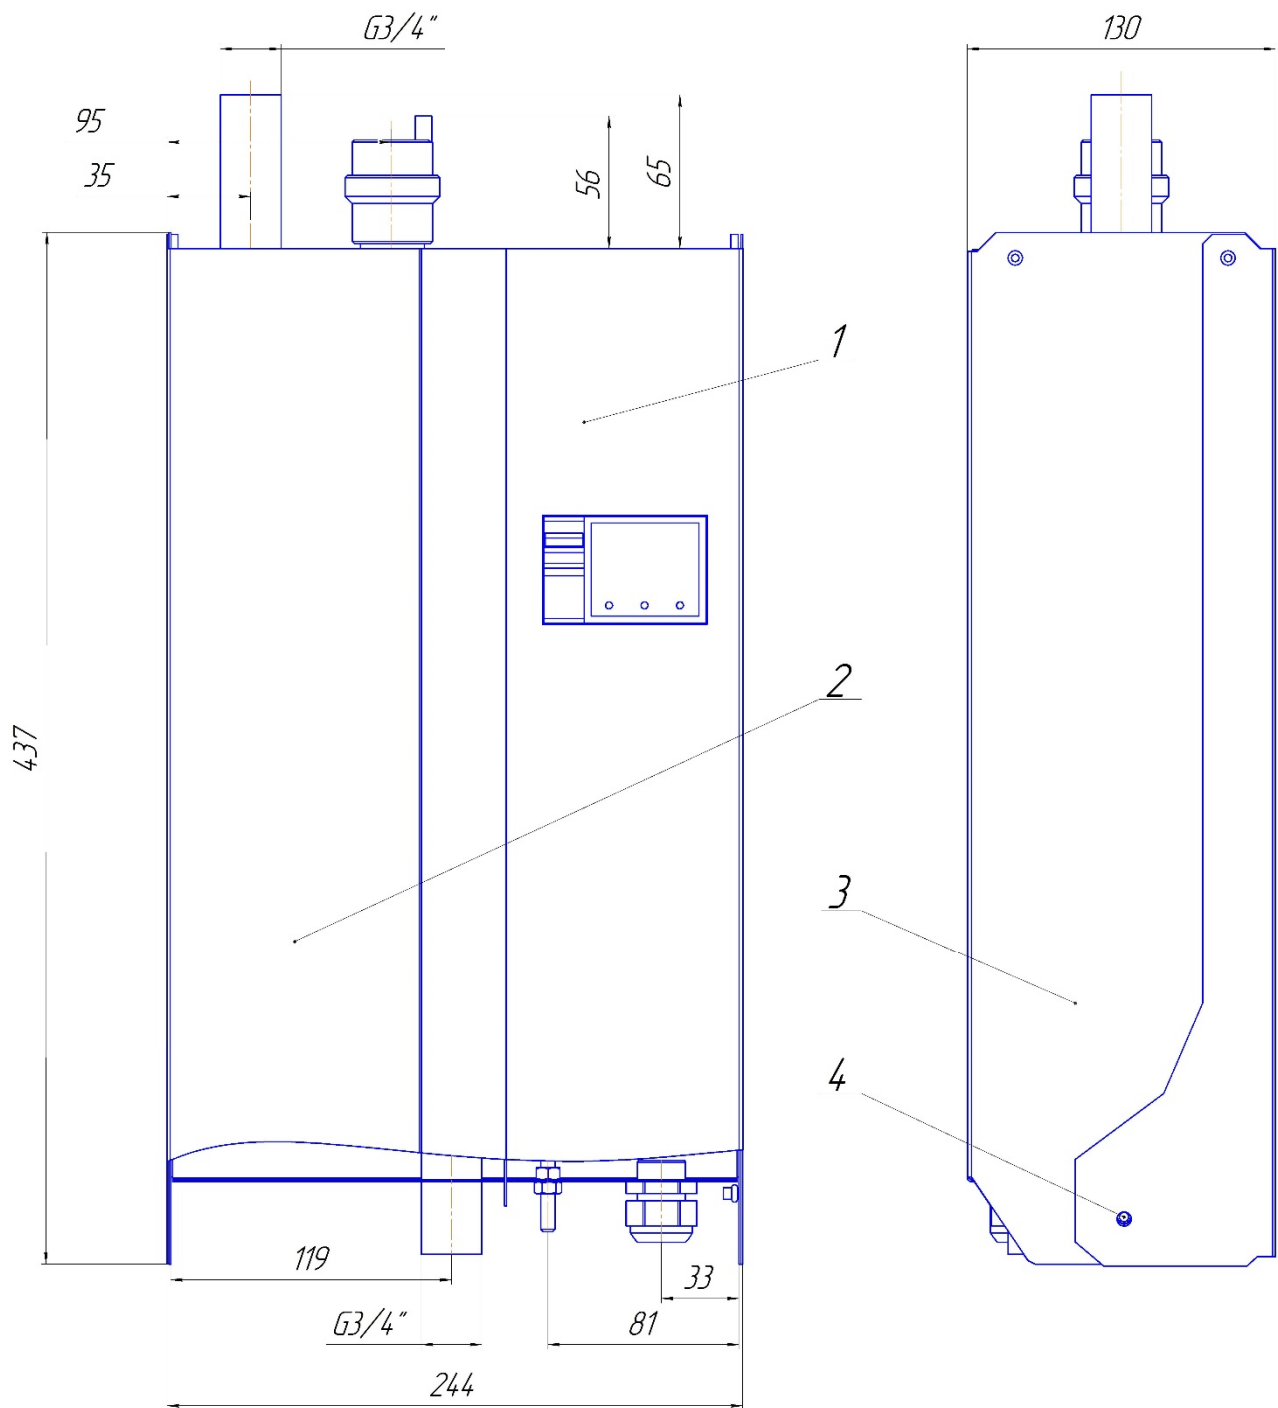
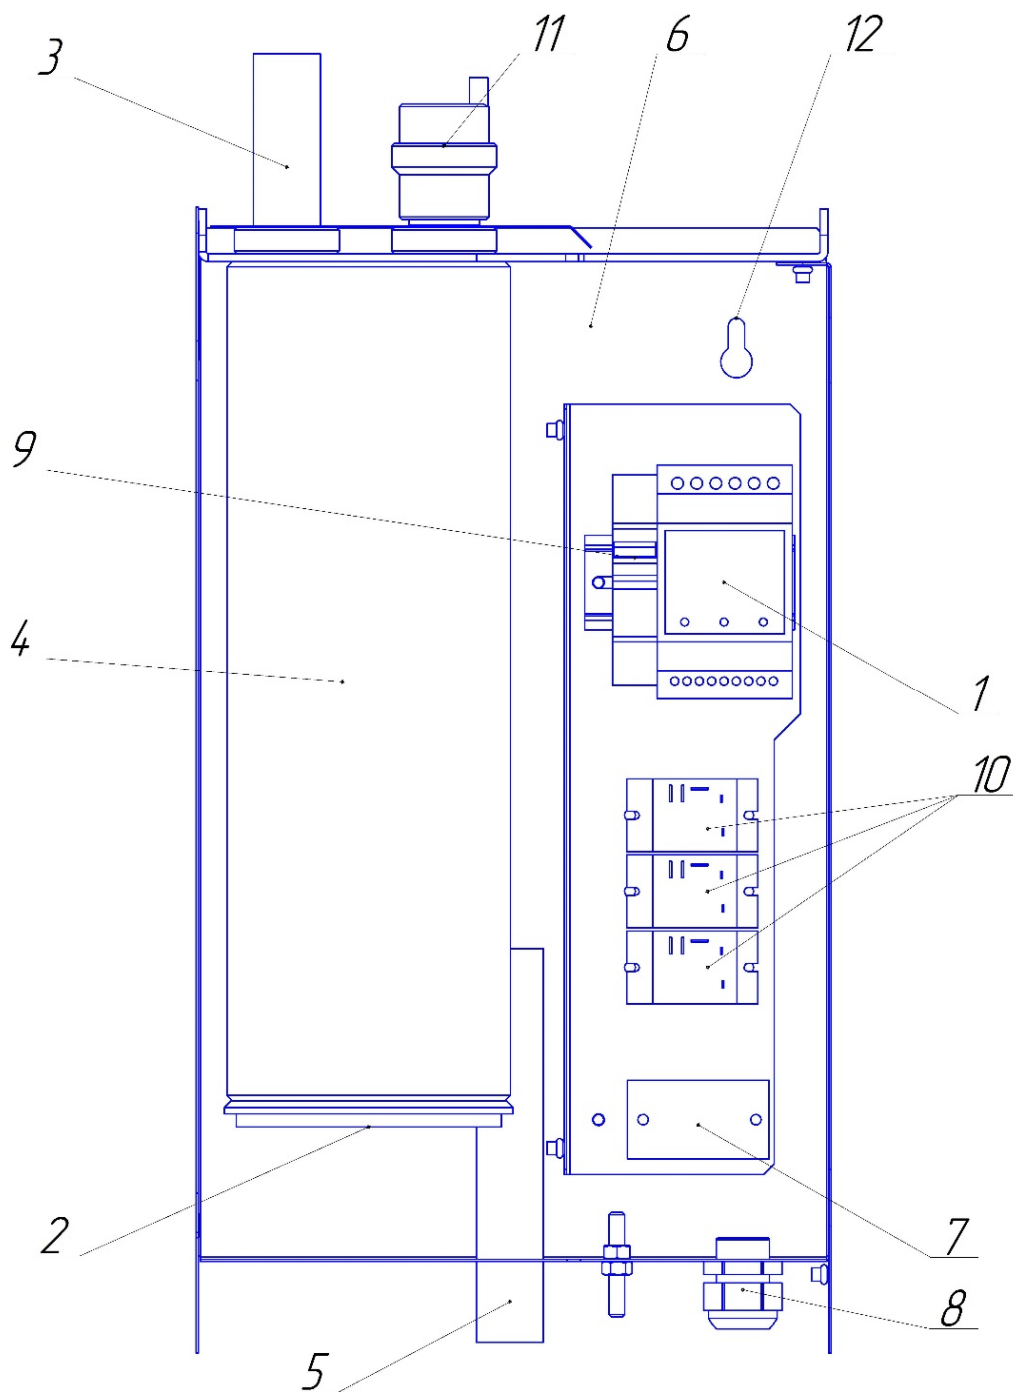

Рисунок 1 – Габаритні розміри котла
Рисунок 2 - Будова та схема підключення котла електричного тенового
1.3.1 Електричний теневий котел являє собою металевий корпус, зібраний з окремих комплектуючих. Будова котла зображена на рис. 1.
1.3.2 Зовнішню огорожу котла складає корпус 6 (рис. 2) з передньою панеллю. У правій верхній частині корпусу знаходиться блок управління котла 1 (у вигляді терморегулятора) з
2.2.4 Деаерація системи опалення (видалення повітря) відбувається через клапан для видалення повітря 11 (рис.2) Видалення повітря із системи опалення необхідне для запобігання інтенсивної корозії внутрішніх поверхонь системи, а також усунення і утворення повітряних пробок, які перешкоджають нормальній циркуляції теплоносія.
праву панель 1 (рис.1), зняти її легким рухом з котла. Протягнути кабель живлення через герметичний кабельний ввід 8 (рис.2), зняти ізоляцію на кінцях проводів кабелю, обтиснути їх кабельними наконечниками. Надіти та зафіксувати нагрівом термоусаджувальні трубки відповідних кольорів на кабельні наконечники. Зняти захисну кришку клемної колодки 7, приєднати кабель живлення до клемної колодки у відповідності до схеми на її кришці, міцно затиснути гвинти клемної колодки. Закрити клемну колодку її кришкою, затиснути герметичний кабельний ввід, та встановити і зафіксувати передню панель електродкотла.